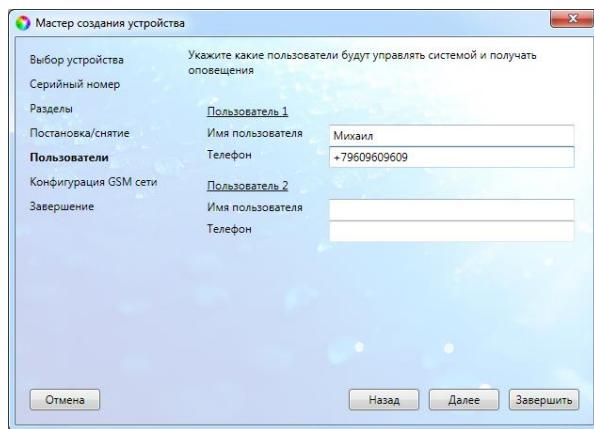

Рис. 5.9. Окно Пользователи
11. В следующем окне *Пользователи* задайте имена и номера телефонов первых двух пользователей (рис. 5.9).